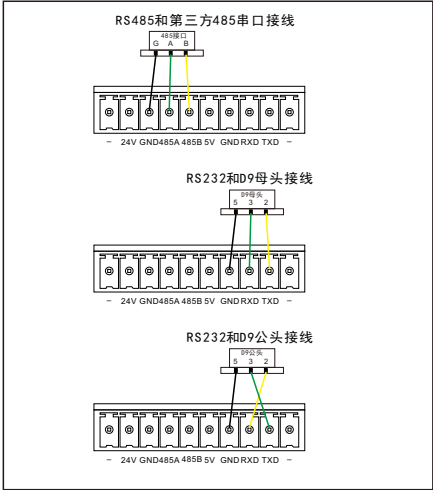

图7.串口接线
产品接线，见图7-图8
- 串口接口：24V、5V为输出电压，（见图7）